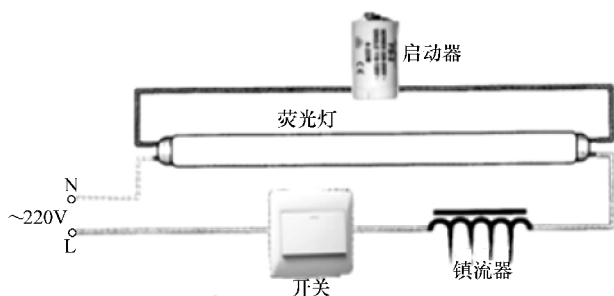

图 7-3 荧光灯安装线路图
5) 将布线时预留的照明支路导线端子与灯架内的电线相连。若电源供电端的相线一直处于连接的状态, 则荧光灯及其相连的设备都处于带电的状态, 容易使维修人员或用户进行荧光灯更换时, 造成触电伤害。因此, 在连接荧光灯时, 应将荧光灯镇流器与开关及电源供电端的相线进行串联, 而荧光灯灯座一端的电线则连接电源供电端的中性线, 如图 7-3 所示为荧光灯安装线路图。